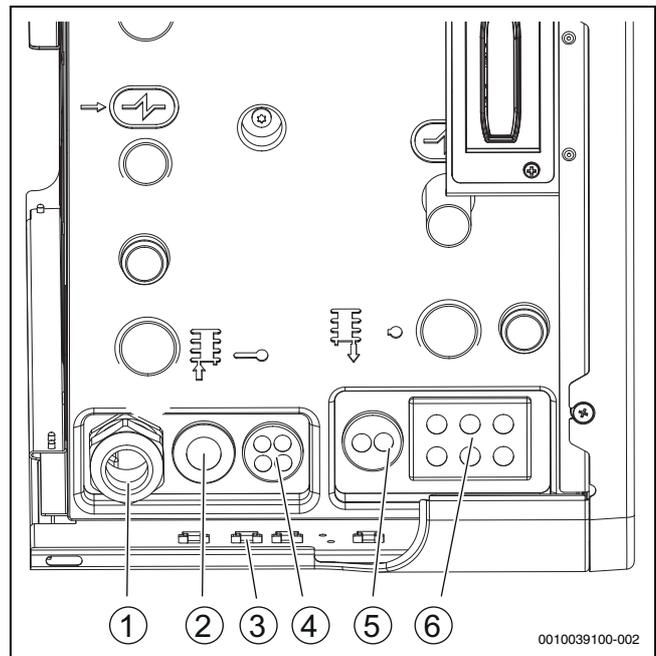

Bild 28 Kabeleinführungen der Inneneinheit
- Nach dem Einführen des Kabels die Kabelverschraubung festziehen (→Abbildung 28 [1]).